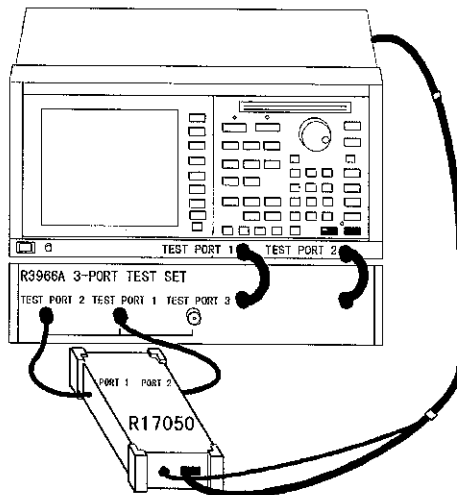

図 2-7 RF ポートの接続
- ④ 本器の RF ポートとテスト・セットの測定ポートを接続します (図 2-7 参照)。